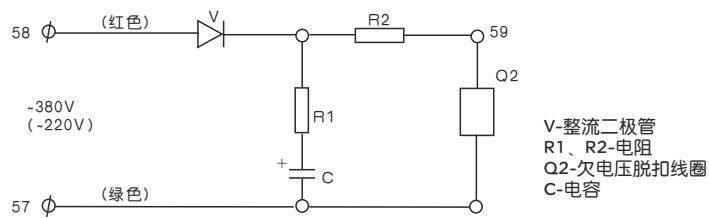

图9 欠电压延时脱扣器原理图
- 欠电压延时脱扣器它采用阻容放电原理(见图9)，由电阻、电容、硅二极管组成半波整流，当网络电压为正常值时( $85\%-110\%$ ) $U_e$ ，经过整流后电源一方面对电容C充电，另一方面给欠电压线圈正常吸合电压，当电源电压为 $70\%U_e-35\%U_e$ 时，电容C对线圈放电，使欠电压线圈在给定的时间内吸合，以保证欠电压脱扣器延时将断路器断开。这种欠电压延时脱扣器为不可调试。